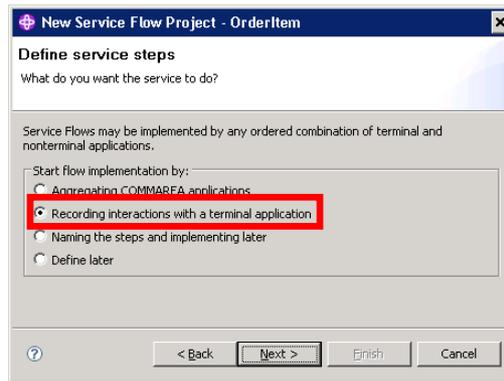

Abbildung 22
5. Im dritten Schritt muss nun noch angegeben werden, für was der Service Flow eigentlich verwendet werden soll. Hier wählen wir **Recording interactions with a terminal application** um die Interaktion mit einer Terminal Anwendung aufzuzeichnen und klicken auf **Next** (Abbildung 22). Alternativ wäre hier unter anderem möglich eine gewisse Reihenfolge an Schritten (Steps) zu definieren, die später mit einem Fluß oder andere Logik gefüllt werden könnte.